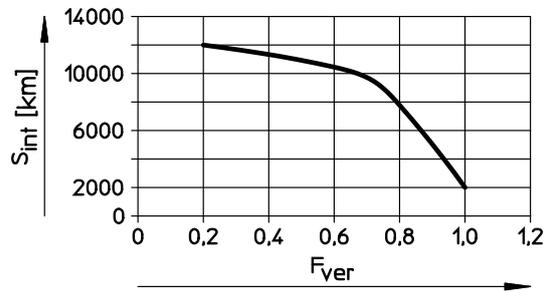

Fig. 11 Интервал смазывания
Сократите интервал смазки S_{int} → Fig.11 наполовину, если существует одно из указанных условий:
| Интервал смазывания | → Fig.11 | | при необходимости ¹⁾ | |
- Интервалы смазывания S_{int} приводятся в → Fig.11 .